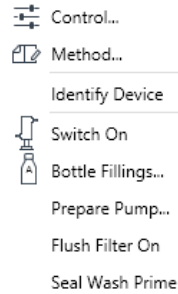

図6 コンテキストメニュー
- シールウォッシュ溶媒を交換し、コンテキストメニューからシールウォッシュのプライミングを開始してください（12ページ 図6を参照）。